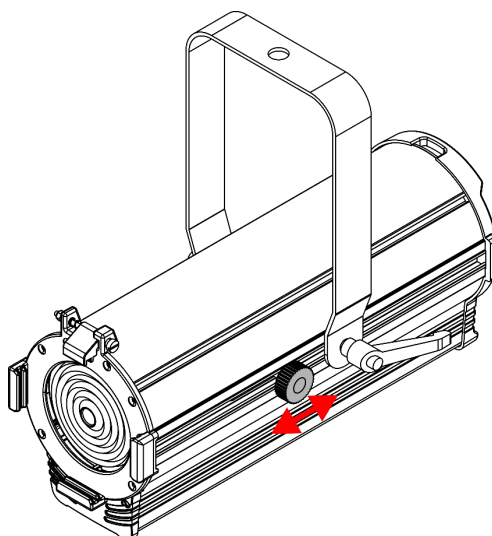

Fig. 09
- 01) Ruotare lo **zoom (04)** in senso antiorario per allentarlo.
- 02) Far scorrere il comando in avanti o indietro per ottenere l'angolo di apertura del fascio desiderato (vedere la Fig. 09).
- 03) Dopo aver regolato l'angolo del fascio, ruotare il **comando dello zoom (04)** in senso orario per serrarlo. Non serrare eccessivamente.